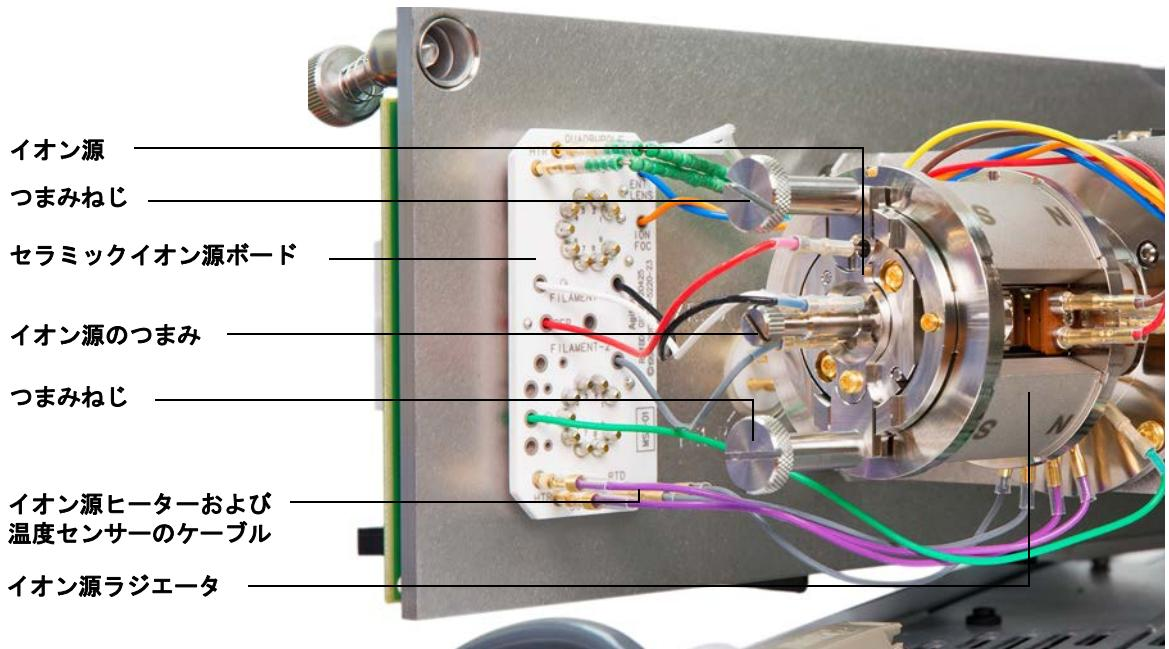

図 35 HES MSD のアナライザ
- イオン源を所定の位置に固定する 2 つの大きなつまみねじを外します。(130 ページの図 35 を参照してください。)
- EI HES から出ているケーブルを外します。(130 ページの図 35 を参照してください。) ケーブルを必要以上に曲げないでください。(131 ページの「EI HES への配線を接続する / 外す」を参照してください。)